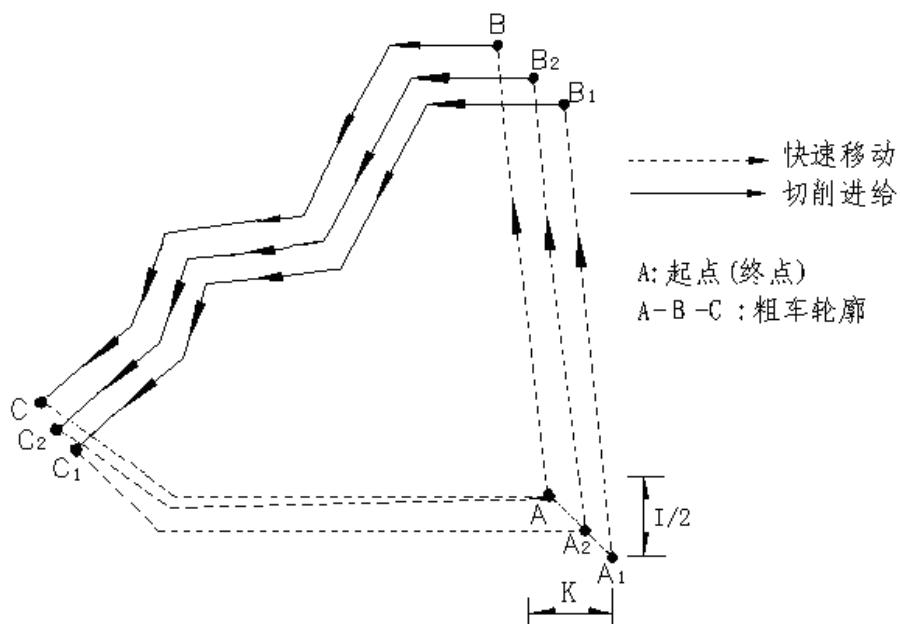

图 4-16-14 G73 指令运行轨迹
G73 的起点和终点相同，本指令适用于成型毛坯的粗车。G73 指令为非模态指令，指令轨迹如图 4-16-14。
I : 第一次粗车的 X 轴退刀量, 有符号数, 参考下图 4-16-14 中的 I。
K : 第一次粗车的 Z 轴退刀量, 有符号数, 参考下图 4-16-14 中的 K。
其中: X (U) 、Z (W) 、P、Q 描述了下图 4-16-14 中的 ABCA 封闭轨迹, 即从 A 点快速定位到 B 点、然后执行 PQ 程序段到 C 点、然后快速回到 A 点。ABCA 实际上是最后一次粗车的轨迹。
下图 4-16-14 中的 I、K 描述了先要偏移 I 值、K 值再进行第一次粗车; 即执行 A1B1C1 A2 轨迹。L 描述了从第一次粗车开始, 总共要进行 L 层剥离, 再进行最后一次粗车; 每层剥离的吃刀量要均匀, 即每层剥离量是 X 轴方向 I/L、Z 轴方向 K/L, 由 A1B1C1 层, 逐渐靠近 ABC 层。实际切削次数为 L+1 次。
如图 4-16-14, 假设 L=2 层。